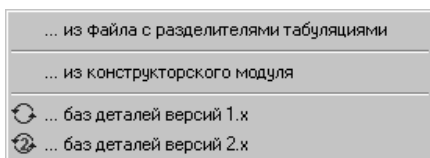

Рис. 3.2.1. Подменю “База деталей-Импорт”.
- **Импорт.** Подменю предназначено для импорта содержимого базы деталей (рис. 3.2.1).